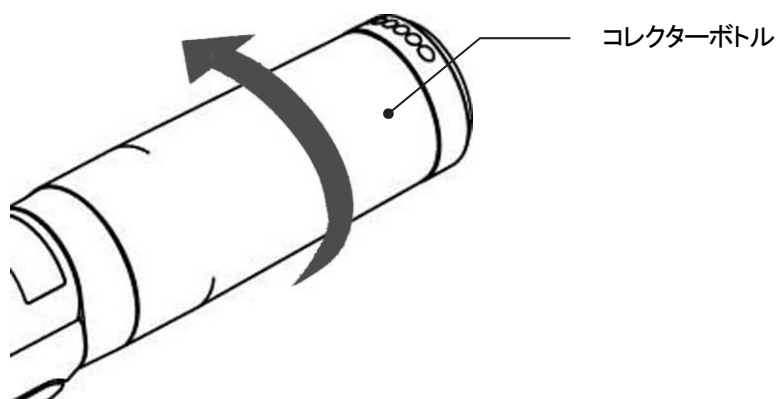

図4-2
- 3) コレクターボトルが確実に装着されているか確認してください。確実に装着されていない場合は、コレクターボトルを右に回し、確実に装着してください。(図4-2)
(P.8 図 4-2 参照)